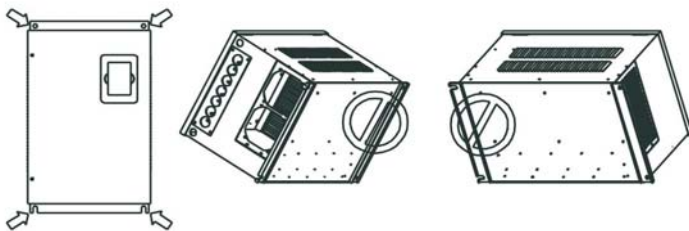
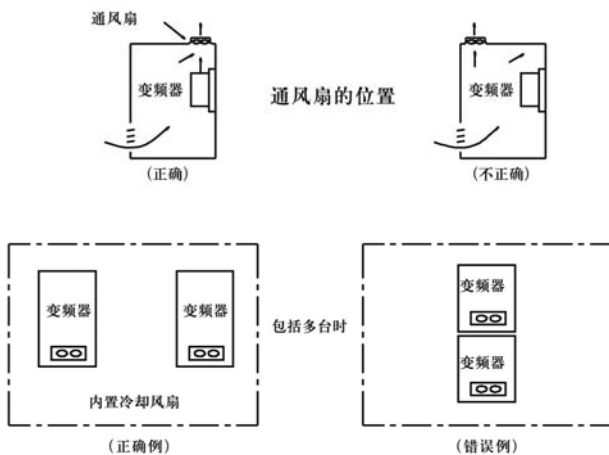

图 1-4 变频器垂直安装示意图
图 1-5 变频器安装在控制柜内示意图
- 变频器装在控制柜内, 应保证控制柜与外界通风流畅。请垂直安装变频器, 便于热量向上散发, 不能倒置 (详见图 1-4); 若柜内有较多变频器时, 为保证变频器的散热空间最好将变频器并排安装; 在需要上下安装时, 请安装隔热导流板 (详见图 1-5)。